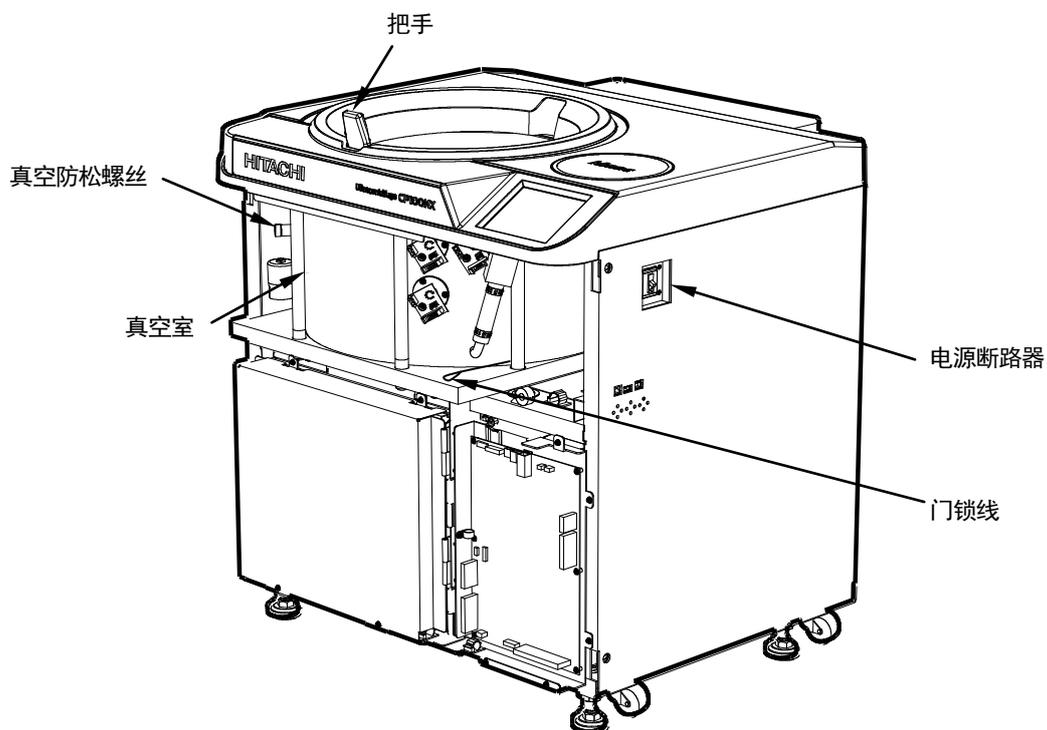

图3-5-2移开前盖的超速离心机
- (4) 打开通气孔（逆时针转动真空室左侧的真空防松螺钉），让空气进入转子室。转子室的压力达到大气压力时，不要忘记将真空防松螺丝拧紧回原位。（参见图3-5-2）
- (5) 拉出真空室右侧的门锁线，并在同一时间推动门把手。然后打开门盖。打开门盖时确认转子未在旋转。如果仍在旋转，立即关闭门盖。